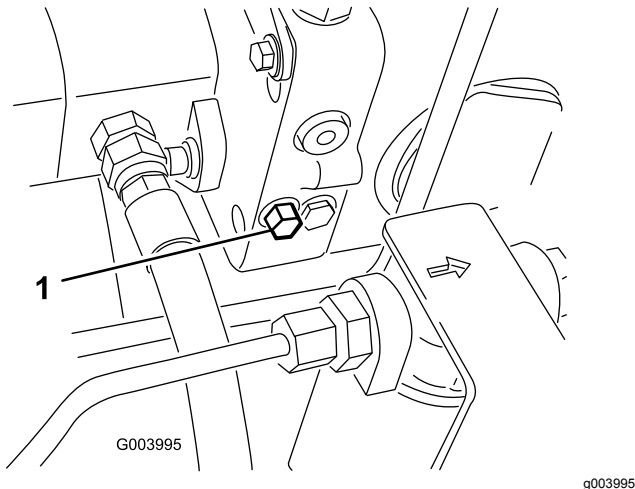

Figure 42
1. Localisez la vanne de dérivation sur le côté gauche de l'hydrostat (Figure 42) et tournez le boulon une fois et demie pour l'ouvrir et permettre la dérivation interne du liquide.